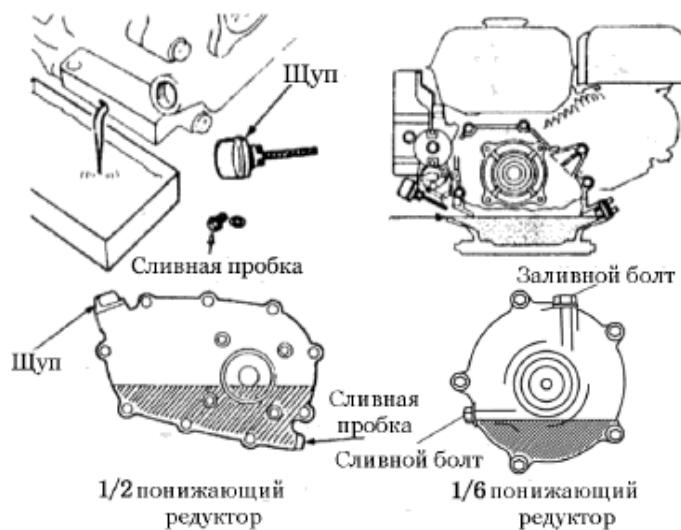

рис.22
- а) Открутите щуп масляного картера и сливную пробку, слейте масло. Вновь установите сливную пробку и тую ее затяните. (Рис. 22);